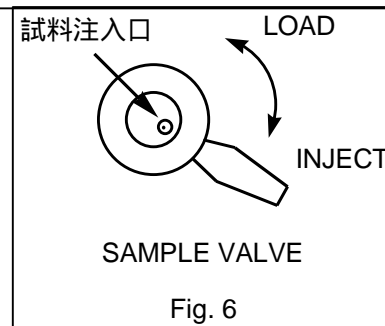

Fig. 6
試料注入口 (Fig. 6) に 5 mL の送液を洗浄用のシリンジのセット (Fig. 7) を用いて投入する。(コックは INJECT の状態。3 回。久しぶりに使う時は LOAD に切り替えてサンプルループの掃除を行う。)
- SAMPLE VALVE は通常 INJECT の状態 (Fig. 6)。